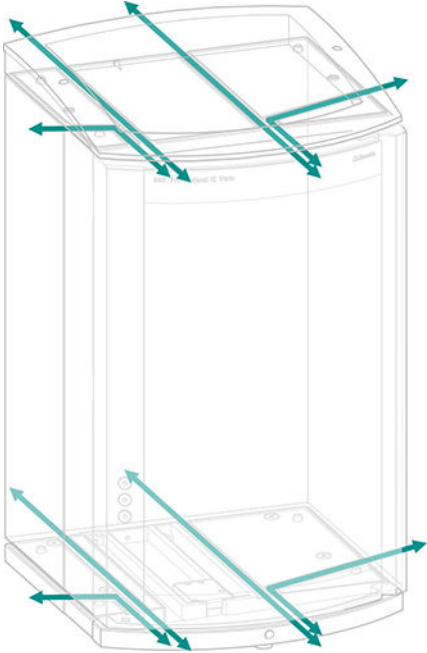

Figura 5 Canales para capilares
- canales entre el aparato y la bandeja así como entre el aparato y el soporte de botellas (véase figura 5, página 14)